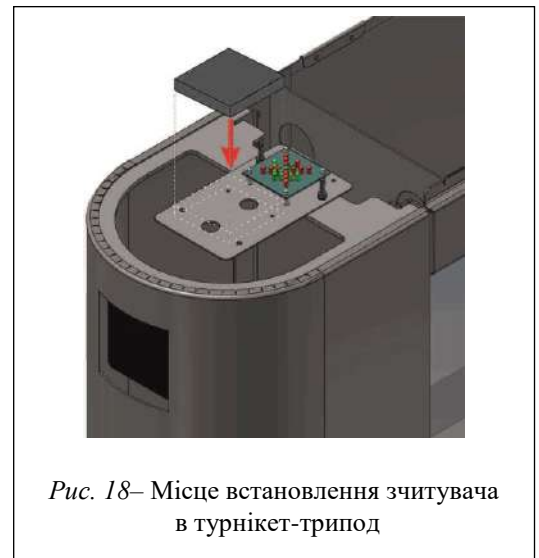

Рис. 18– Місце встановлення зчитувача в турнікет-трипод
- У турнікетах «GALAXY-M» зчитувачі встановлюються на спеціальний, регульований по висоті кронштейн, який розташований під кришкою 4 поруч із світловим табло індикації 3 (Рис.18).